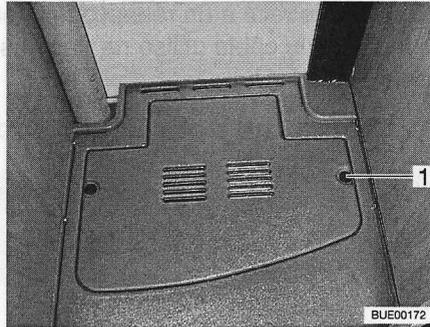

Fig. 99 Couvercle
- Tourner le clip de fixation (Fig. 99,1) d'un quart de tour et retirer le couvercle en plastique.